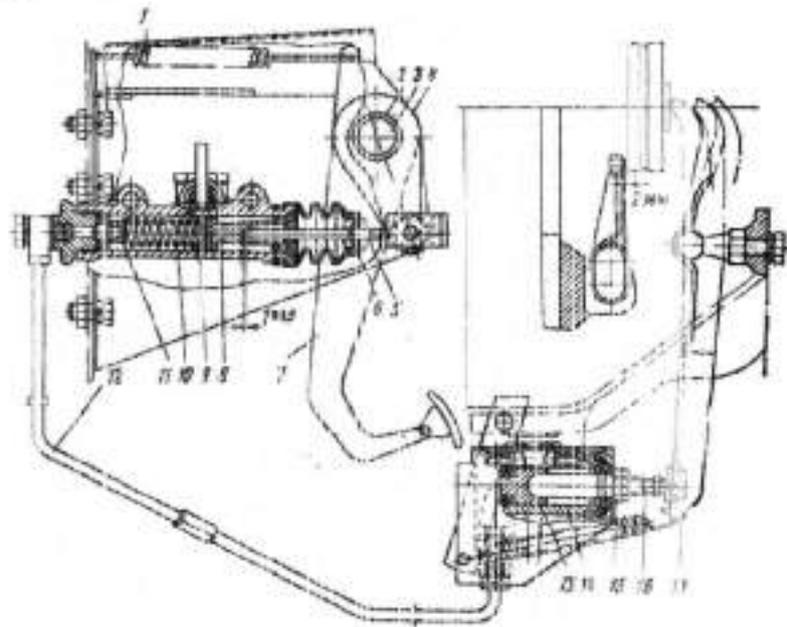

Рис. 11.5.
2. Укажите позиции рис. 11.5, 11.6.